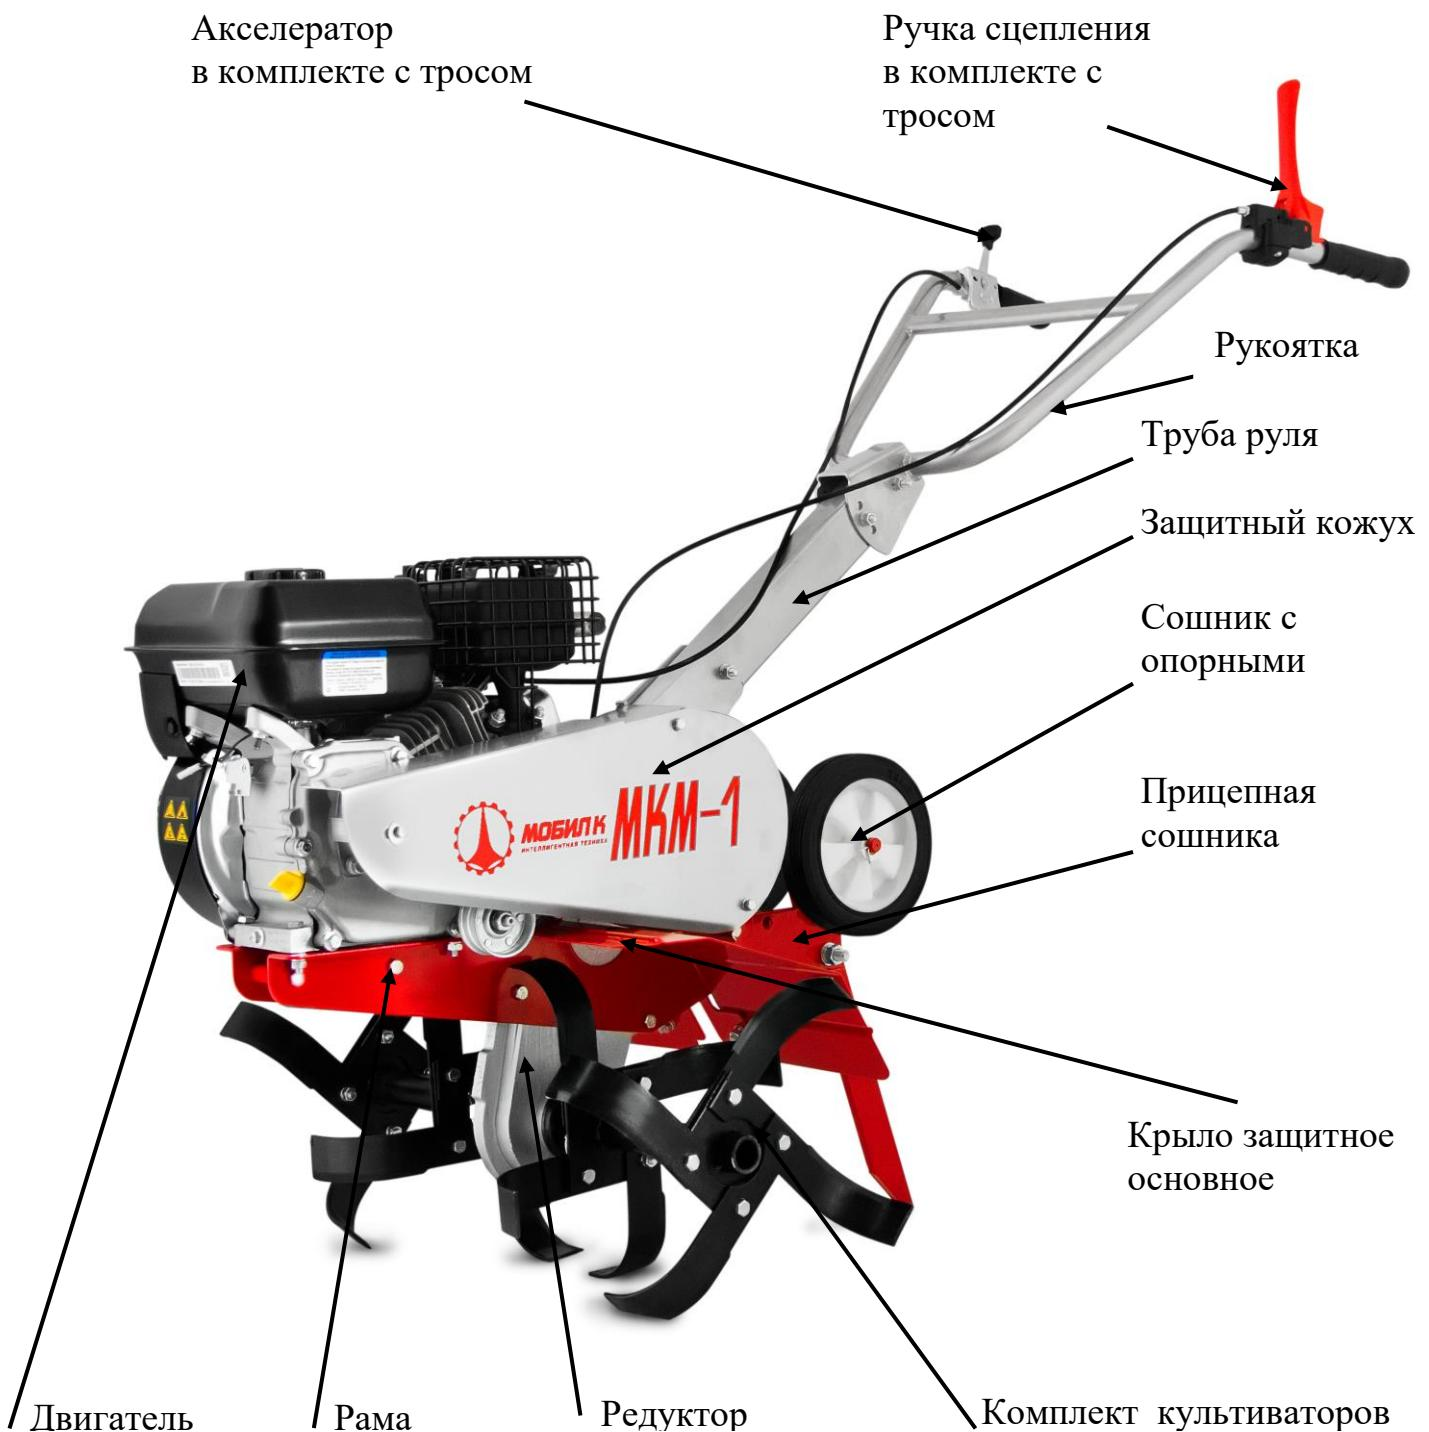

Рис.1 Мотокультиватор МКМ-1.
- 7.7. Установить сошник с опорными колесами вниз, зафиксировав его на прицепной сошнике посредством 2 осей со штифтами, Рис.1, Рис.3.
- 7.11. Проверить натяжение ремня. Для чего снять защитный кожух клинового ремня. Зазор между верхней и нижней ветвями ремня должен быть 50-60 мм, а зазор между ограничительными скобами и внешней стороной ремня должен быть 3-5 мм при нажатой ручке сцепления, Рис.10. При необходимости установить контрольный размер 50-60 мм регулировочным винтом на ручке сцепления Рис.7, для этого открутите контргайку. Выкручивая винт регулировки троса сцепления зазор между верхней и нижней ветвями уменьшается, закручивая винт регулировки троса сцепления зазор между верхней и нижней ветвями увеличивается. После регулировки контргайку закрутите. При невозможности установки контрольного размера регулировочным винтом, регулировку произвести перемещением двигателя по пазам рамы, Рис.1, Рис.10. Зазор между ограничительными скобами и внешней стороной ремня регулируйте с помощью болтов M8 Рис.10. Для чего необходимо открутить болт M8, отрегулировать зазор 3-5 мм и затем болт закрутить и затянуть. Установить на место кожух клиноременной передачи и закрепить.